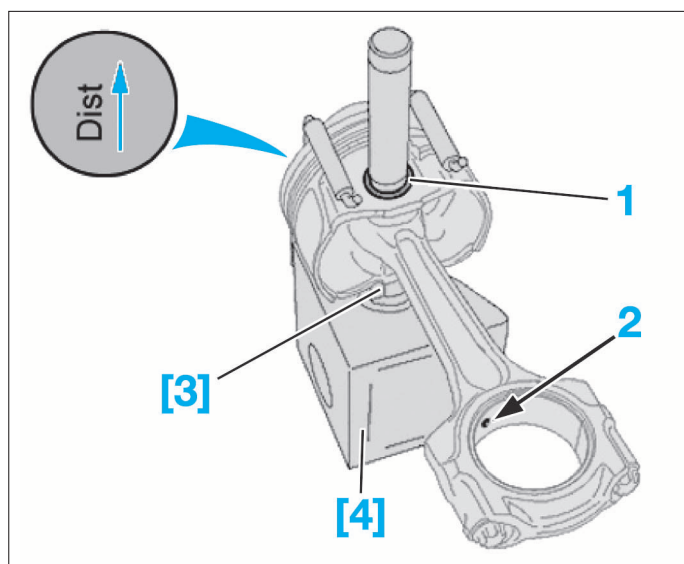

FIG. 62
- Placer l'entretoise [3] de diamètre adapté sur le socle [4] (Fig.62).
- Placer la bielle dans le piston en prenant soin d'orienter le trou (2) de graissage vers la gauche. (Repère flèche "DIST" vers le haut sur le socle).